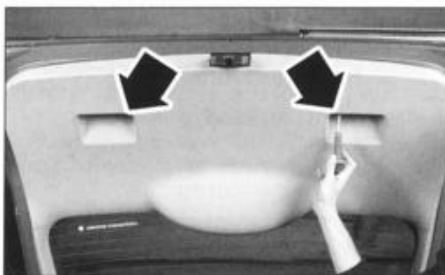

FIG. 71
- los dos tornillos (fig. 71).